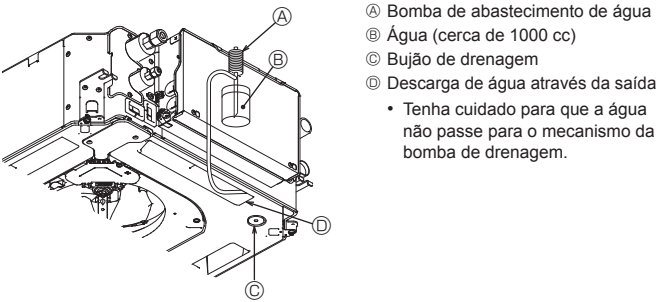

Fig. 8-5
8.4. Verificação da drenagem (Fig. 8-5)